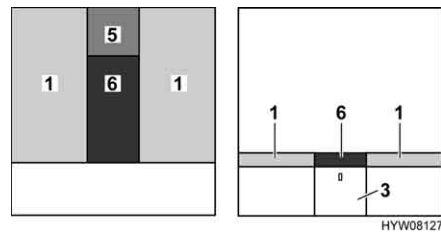

Fig. 89 Dopo la trasformazione
- Posizionare il cuscino aggiuntivo (Fig. 89,5) sul comodino da notte.
- Posizionare il cuscino aggiuntivo (Fig. 89,6) tra i materassi (Fig. 89,1).